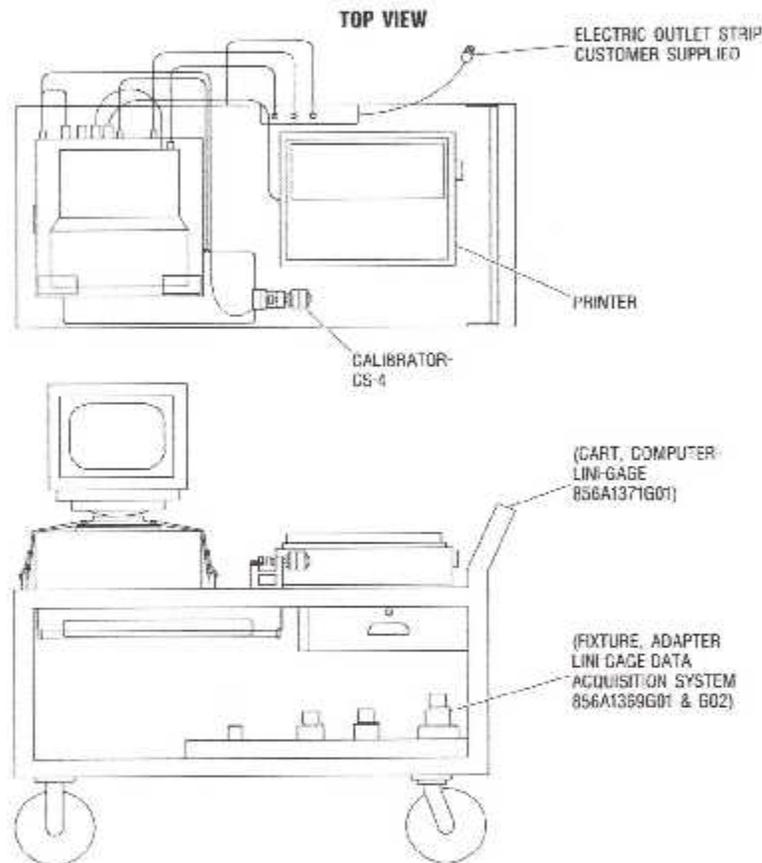

Fig. IV. 16 : Calibration Linipot avec le Runout, 856A1360
1. Calibration Linipot avec le Runout, 856A1360, (fig. IV. 16) :